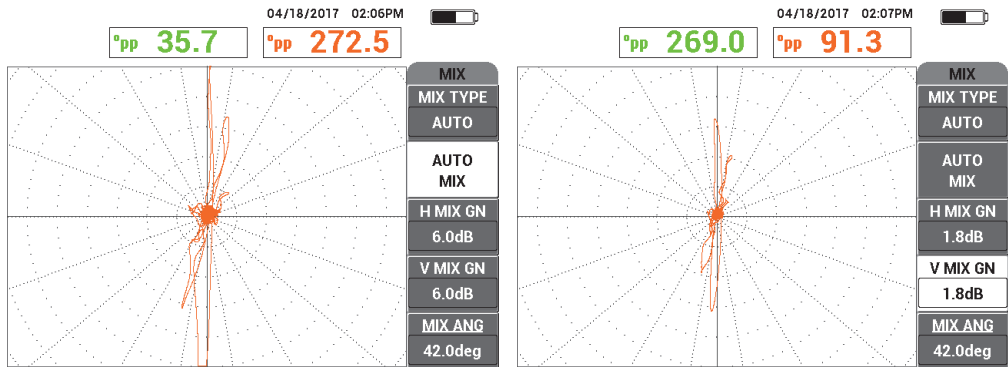

図 5-203 自動ミックス後の信号（左）と角度 / ゲイン調整後（右）
9. フリーズキー (❄) を押してから**ミックス角度** (ミックス角度、E キー) を押し、大きい方の貫通穴の信号が垂直になるまでノブを回します (275 ページの図 5-203 参照)。